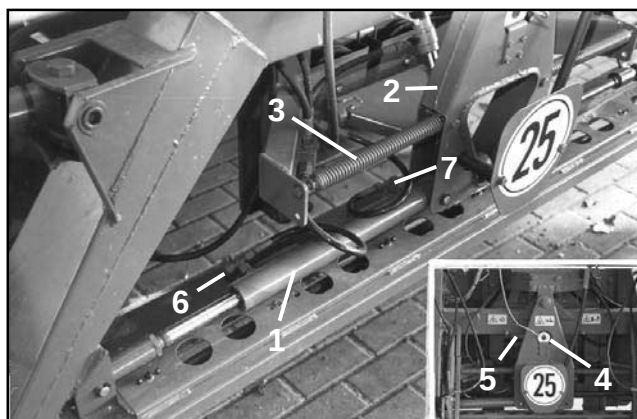

Fig. 8.33
- Potentiometeret (fig. 8.33/4), der er monteret på rullen som snoren (fig. 8.33/5) er rullet om, skal drejes med hånden, indtil den midterste diode (fig. 8.34/4) lyser.